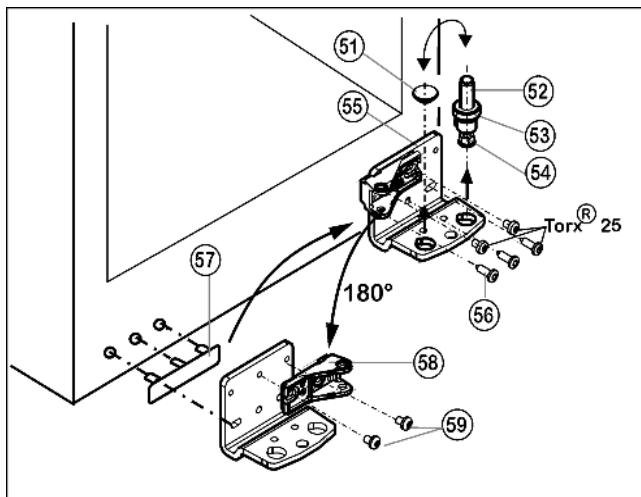

Fig. 15
- ▶ Извлеките опорный винт Fig. 15 (52) в комплекте с шайбой Fig. 15 (53) и регулируемой опорой Fig. 15 (54), вытягивая его вверх.
- ▶ Снимите пробку Fig. 15 (51).
- ▶ Открутите Fig. 15 (56) опорный кронштейн Fig. 15 (55).
- ▶ Открутите опорную деталь Fig. 15 (58) и снова прикрутите внутри с поворотом на 180°.
- ▶ Осторожно снимите и переставьте на противоположную сторону крышку со стороны ручки Fig. 15 (57).
- ▶ Снова прикрутите нижний опорный кронштейн Fig. 15 (55) на новой стороне шарнира (с моментом 4 Нм). При необходимости используйте аккумуляторный шурупверт.
- ▶ Переставьте пробку Fig. 15 (51) в свободное отверстие.
- ▶ Вновь установите опорный винт Fig. 15 (52) в комплекте с шайбой и регулируемой опорой. При этом фиксатор должен быть направлен назад.
- ▶ Установите дверь сверху на опорный палец Fig. 15 (52).